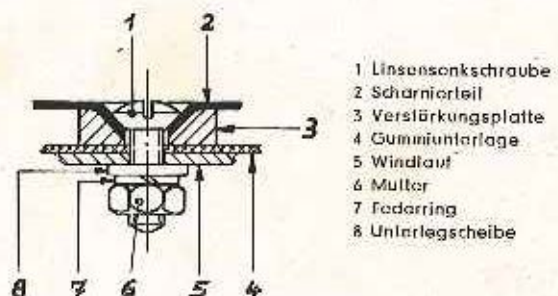

Bild 2 – Hintere Motorhaubenbefestigung
3. Motorhaube hinten von Windlauf (2/5) abschrauben (Muttern, Federringe, Unterlegscheiben, Linsensenkschrauben). Verstärkungsplatten (2/3) und Gummiunterlage (2/4) herausnehmen (Bild 2).